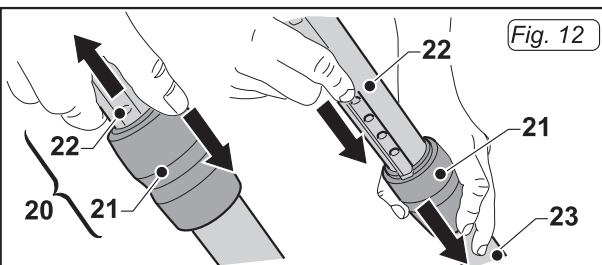

Fig. 12
contemporaneamente estrarre la parte superiore (22 Fig. 12) del tubo; raggiunta la lunghezza desiderata rilasciare la ghiera (21 Fig. 12) il tubo si bloccherà nella posizione di fermo più vicina;
- Per accorciare il tubo telescopico, con una mano spingere verso il basso la ghiera (21 Fig. 12) e con l'altra mano inserire il tubo superiore (22 Fig. 12) nel fodero inferiore (23 Fig. 12).